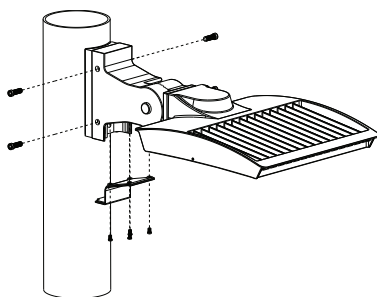

FIG. 5
4. Vérifiez l'installation pour confirmer si le luminaire est bien fixé (voir la FIG 5).
3. Serrez les quatre (4) boulons M8 sur le bras fixe et attachez-le à l'adaptateur. Connectez les fils d'alimentation correctement, en conformité avec les schémas de câblage ci-dessus. Réalisez les connexions de câblage à l'intérieur du bras et serrez le couvercle inférieur avec les quatre (4) vis M4 (voir la FIG. 5). Les connexions de câblage peuvent aussi être réalisées à l'intérieur du poteau.